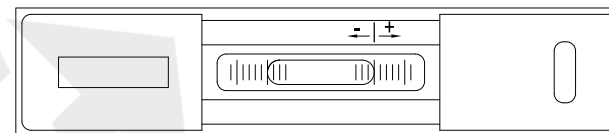
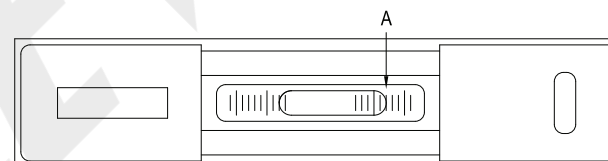
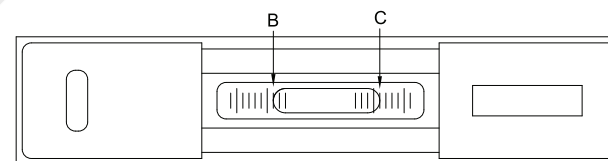

fig.2
fig.3
fig.4
3. Pour obtenir un résultat précis, il est recommandé de tourner le niveau de 180° avant de procéder à la mesure. La partie droite correspond à l'échelle positive, la partie gauche à l'échelle négative (fig. 2). Une fois que la bulle a cessé d'osciller (environ 40 s), lisez la valeur A sur l'échelle (fig. 3). Tournez le niveau de 180°, puis faites-le glisser jusqu'à la même position sur la surface. Lisez la valeur B sur l'échelle (fig. 4). La lecture finale est (A+B)/2.
7. Température de stockage : -40 °C à +70 °C / 40 °F à 158 °F. Remarque : en cas d'écart du zéro (A-C, fig. 3 et fig. 4) supérieur à 1 division après un choc ou une autre force externe, veuillez renvoyer l'appareil à INSIZE pour qu'il soit réglé.